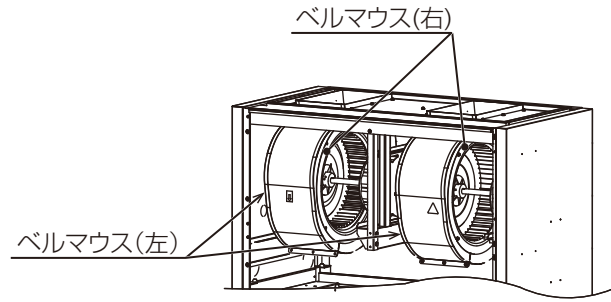

図 2
4. ベルマウス (左・右) を取外してください。[図 2] (座付ねじ：4本×4)